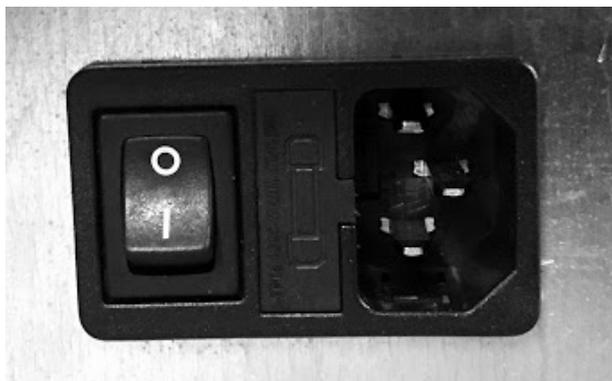

Fig. 74 - Električna vtičnica z glavnim stikalom
- Napajalni kabel povežite najprej z zadnjim delom peči (glejte **Fig. 74**), nato pa z električno vtičnico na steni.
- Glavno stikalo 0/I (glejte **Fig. 74**) se uporablja le za prižig peči, v nasprotnem primeru svetujemo, da je stikalo ugasnjeno.